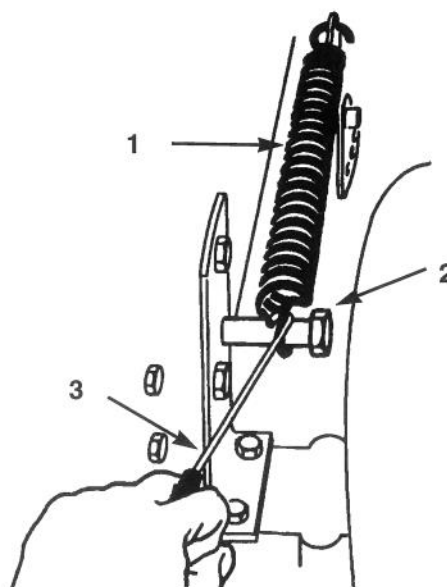

Figure 47
11. Accrocher le ressort compensateur sur le boulon de retenue (Fig. 47), à l'aide de l'outil pour ressort fourni avec la machine.